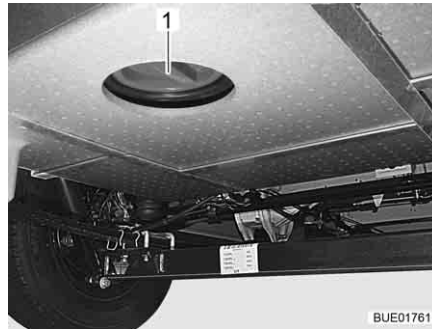

Fig. 247 Orificio de limpieza del depósito de aguas residuales
- Abrir el orificio de limpieza (Fig. 247,1) del depósito de aguas residuales y la llave de desagüe.